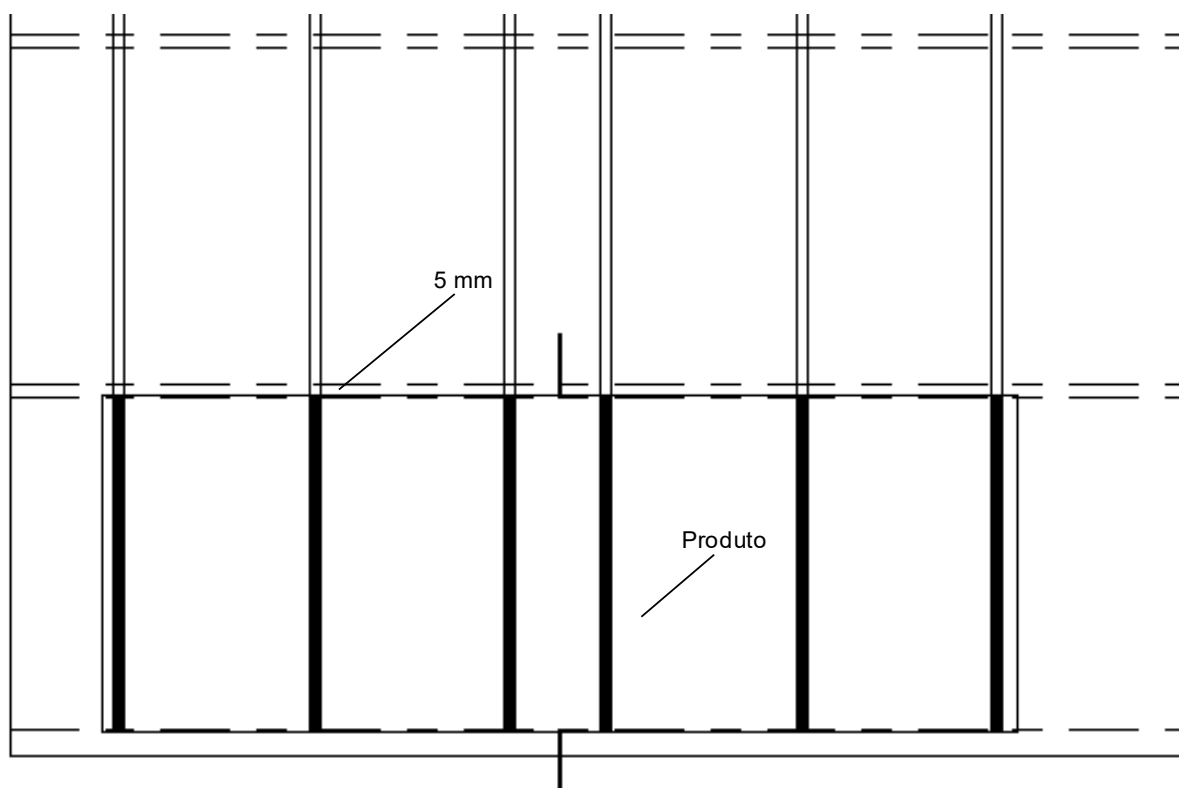

Figura 19
⑦ Duas pessoas devem agarrar os quatro cantos do produto Galaxy Plus, levantá-lo e carregá-lo verticalmente e, em seguida, colar o produto Galaxy Plus com a face voltada para cima no tubo de suporte. A extremidade do adesivo estrutural deve ser recuada em 5 mm em relação à borda longa do produto (Figura 19).